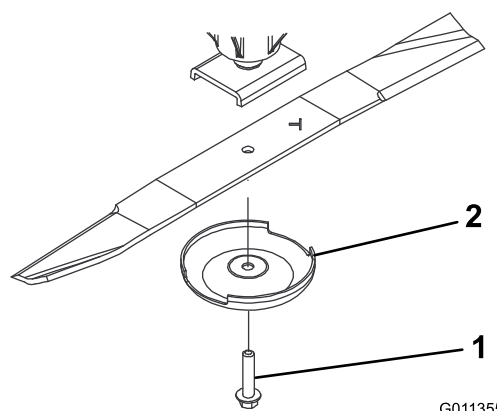

Bild 97
3. Entfernen Sie die Messerschraube, die Antiskalpierkuppe und das Messer von der Spindelwelle (**Bild 97**).